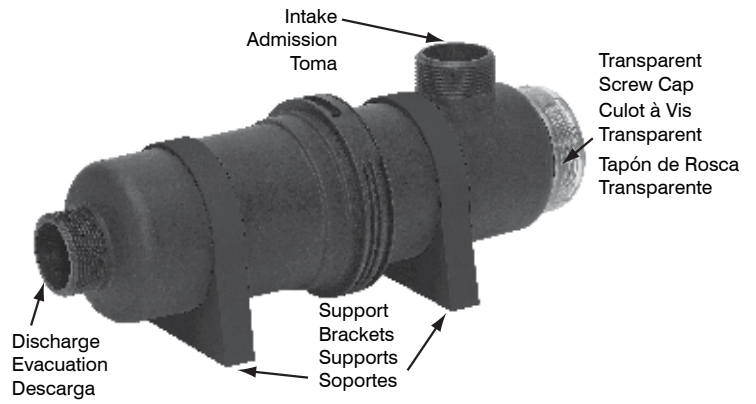
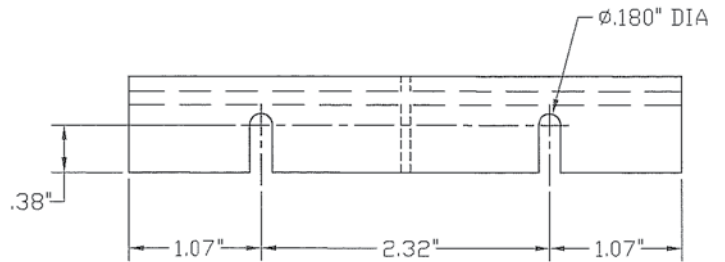

FIGURE 4
FIGURE 5
14. Attach the two support brackets to the housing (Figure 4) Note: each bracket also has mounting features, if desired, to secure the unit to a surface (Figure 5).
16. Connect the intake and discharge lines to the hose adapter (figure 4).
14. Fixez les deux supports au caisson (Figure 4) Remarque : chaque support a également des caractéristiques de montage, si désiré, pour fixer l'unité sur une surface (Figure 5).
16. Connectez les lignes d'admission et d'évacuation à l'adaptateur de tuyau (figure 4).